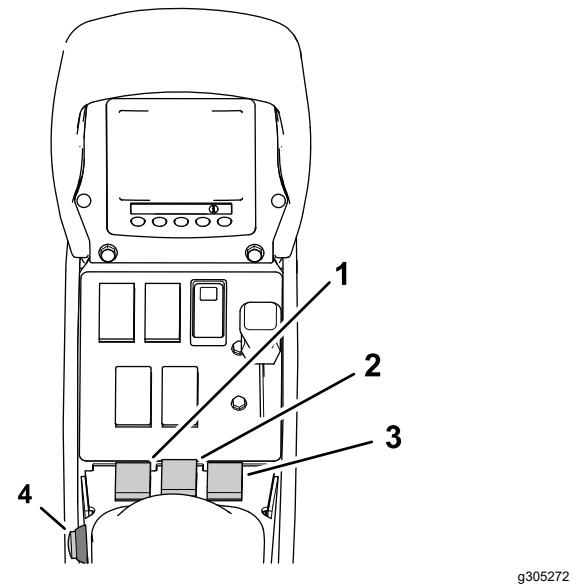

图 155
1. 将 3 个喷洒臂段开关位于机器控制台内设定至开启位置 图 154 和图 155。
2. 按机器的主喷洒臂段开关 图 154 或 图 155。